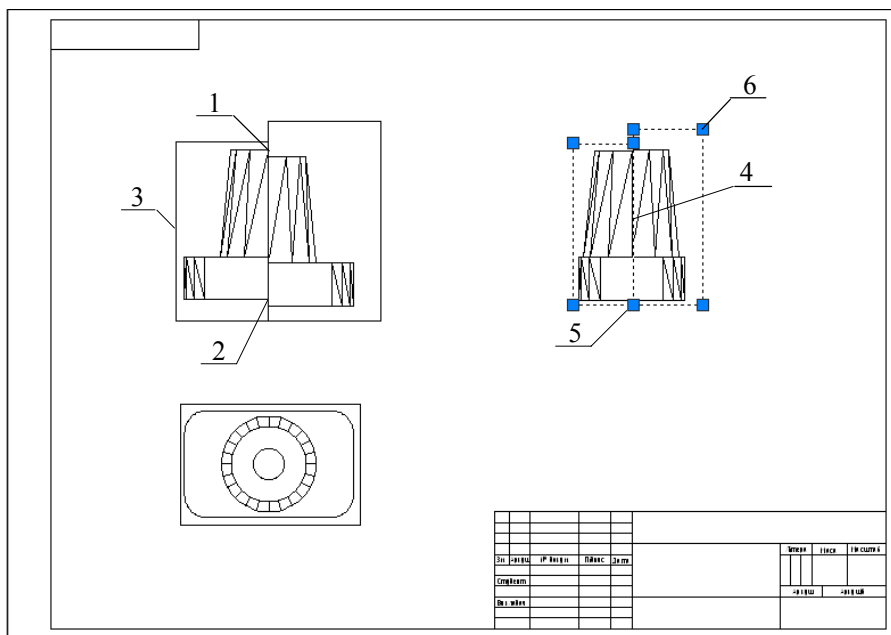

Рис. 11.37
23. Виконуємо розріз на вигляді зліва (рис. 11.37). Принцип його отримання такий же, як і при виконанні розрізу на головному вигляді. Цифри на рис. 11.37 відповідають послідовності дій. Зазначимо, що на цьому рисунку за допомогою ручок і прив'язок розміри екранів виглядів були змінені відповідно до вищевказаних причин.